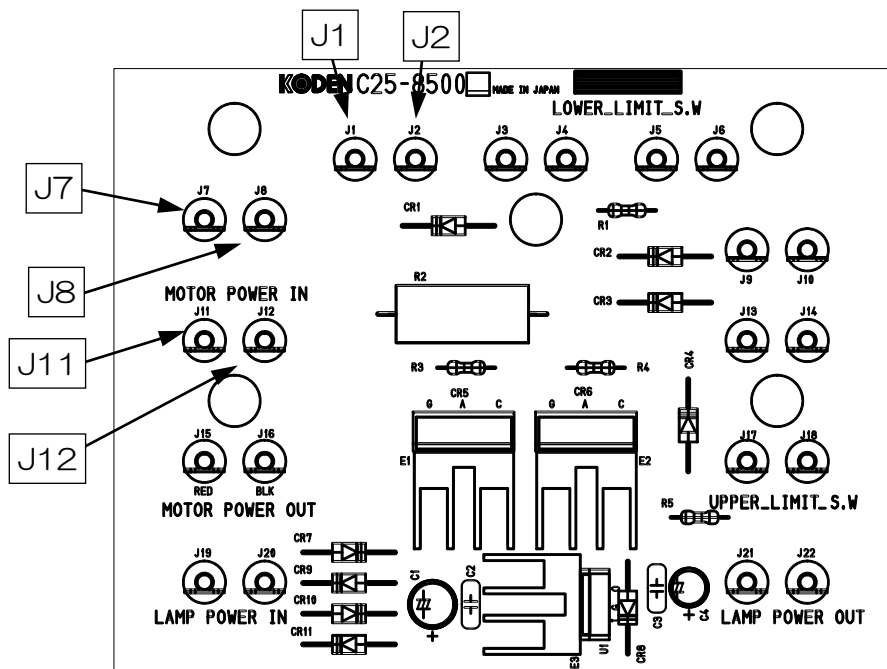

図 4.8 C25-8500 端子配置説明図
11. 着底用リミットスイッチから C25-8500 J7、J8 までの導通をテスターで確認します。C25-8500 J7、J8 にテスターを付けてください。着底用リミットスイッチを ON/OFF させると、テスターの測定値が、数Ω、無限大程度に変化することを確認してください。抵抗値が大きく変化すると正常です。変化しない場合は、着底用リミットスイッチから C25-8500 間に異常があります。（図 4.8 参照）
12. 着底用リミットスイッチから C25-8500 J1、J2 までの導通をテスターで確認します。C25-8500 J1、J2 にテスターを付けてください。着底用リミットスイッチを ON/OFF させると、テスターの測定値が、数Ω、無限大程度に変化することを確認してください。抵抗値が大きく変化すると正常です。変化しない場合は、着底用リミットスイッチから C25-8500 間に異常があります。（図 4.8 参照）
3. C25-8500 J11、J12 間の電圧をテスターで測定してください。（図 4.8 参照）